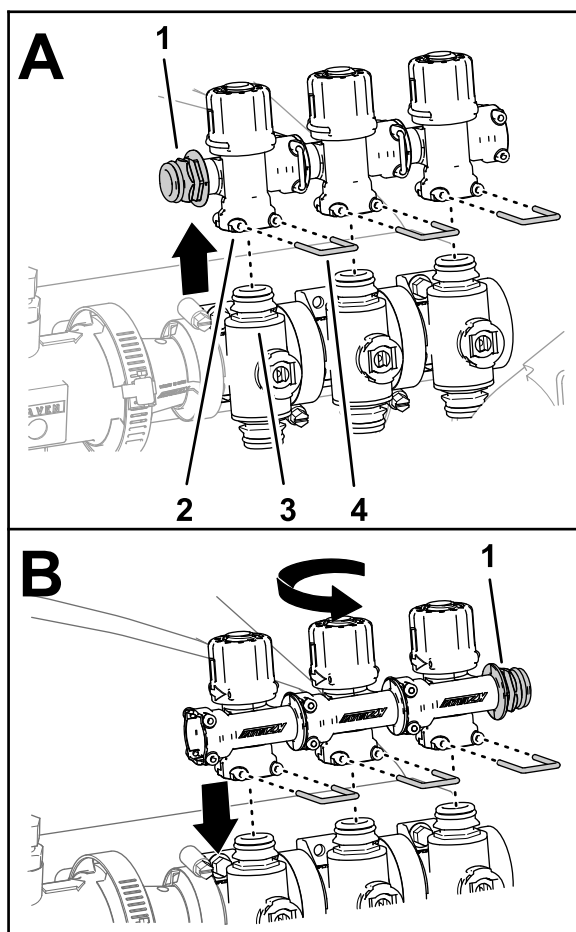

图66
4. 卸下将 3 个旁通阀固定到左、中、右喷洒段阀上的 3 个卡环 图66。
5. 从喷洒段阀上提起旁通阀 图66。
6. 将旁通阀旋转 180° 然后将其组装到喷洒段阀的快速断开接头上 图66。
7. 使用在步骤 4 中卸下的 3 个卡环将 3 个旁通阀固定到喷洒段阀上 图66。